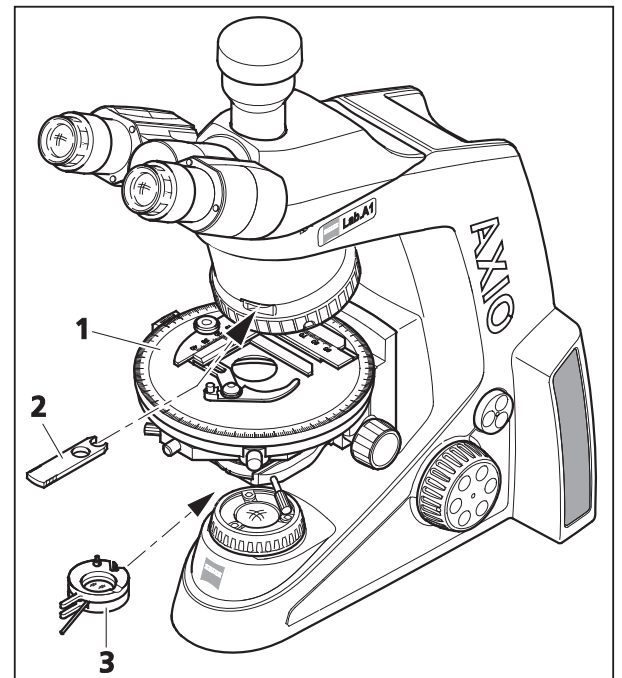

Fig. 4-5 Composants pour polarisation en lumière transmise
- Procédez au réglage du microscope comme décrit pour le fond clair en lumière transmise selon KÖHLER (cf. paragraphe 4.1.1 (3)).
- Centrez la platine tournante Pol (Fig. 4-5/1) (cf. paragraphe 3.1.8.5) et les objectifs (cf. paragraphe 3.1.8.6).
- Intercalez le polariseur (Fig. 4-5/3) dans le trajet lumineux et tournez-le en position 0° s'il s'agit d'un polariseur orientable.
- Introduisez le coulisseau porte-analyseur (Fig. 4-5/2) dans la fente dédiée aux compensateurs (si le tube n'est pas doté d'un analyseur). Les polariseurs étant croisés, le champ visuel observé est sombre. Si vous utilisez des analyseurs à visser, veillez à ce qu'ils soient bien orientés par rapport au polariseur D (en position croisée).
- Intercalez le polariseur fixe à lame lambda (445226-0000-000) dans le trajet lumineux (Fig. 4-5/3).
- Introduisez le coulisseau porte-analyseur (Fig. 4-5/2) dans la fente dédiée aux compensateurs.
- Platine tournante Pol (Fig. 4-5/1)
- Réglez le microscope comme pour un fond clair en lumière transmise (cf. paragraphe 4.1.1 (3)) et veillez en particulier à bien régler votre écart interpupillaire sur le tube binoculaire (cf. paragraphe 3.5.5).
- Centrez la platine tournante Pol (Fig. 4-5/1) et les objectifs (cf. paragraphes 3.1.8.5 et 3.1.8.6).
- Introduisez le coulisseau porte-analyseur (Fig. 4-5/2) dans la fente dédiée aux compensateurs (si le tube n'est pas doté d'un analyseur). Les polariseurs étant croisés, le champ visuel observé est sombre. Si ce n'est pas le cas, orientez l'analyseur dans le tube ou la plaque intercalaire.